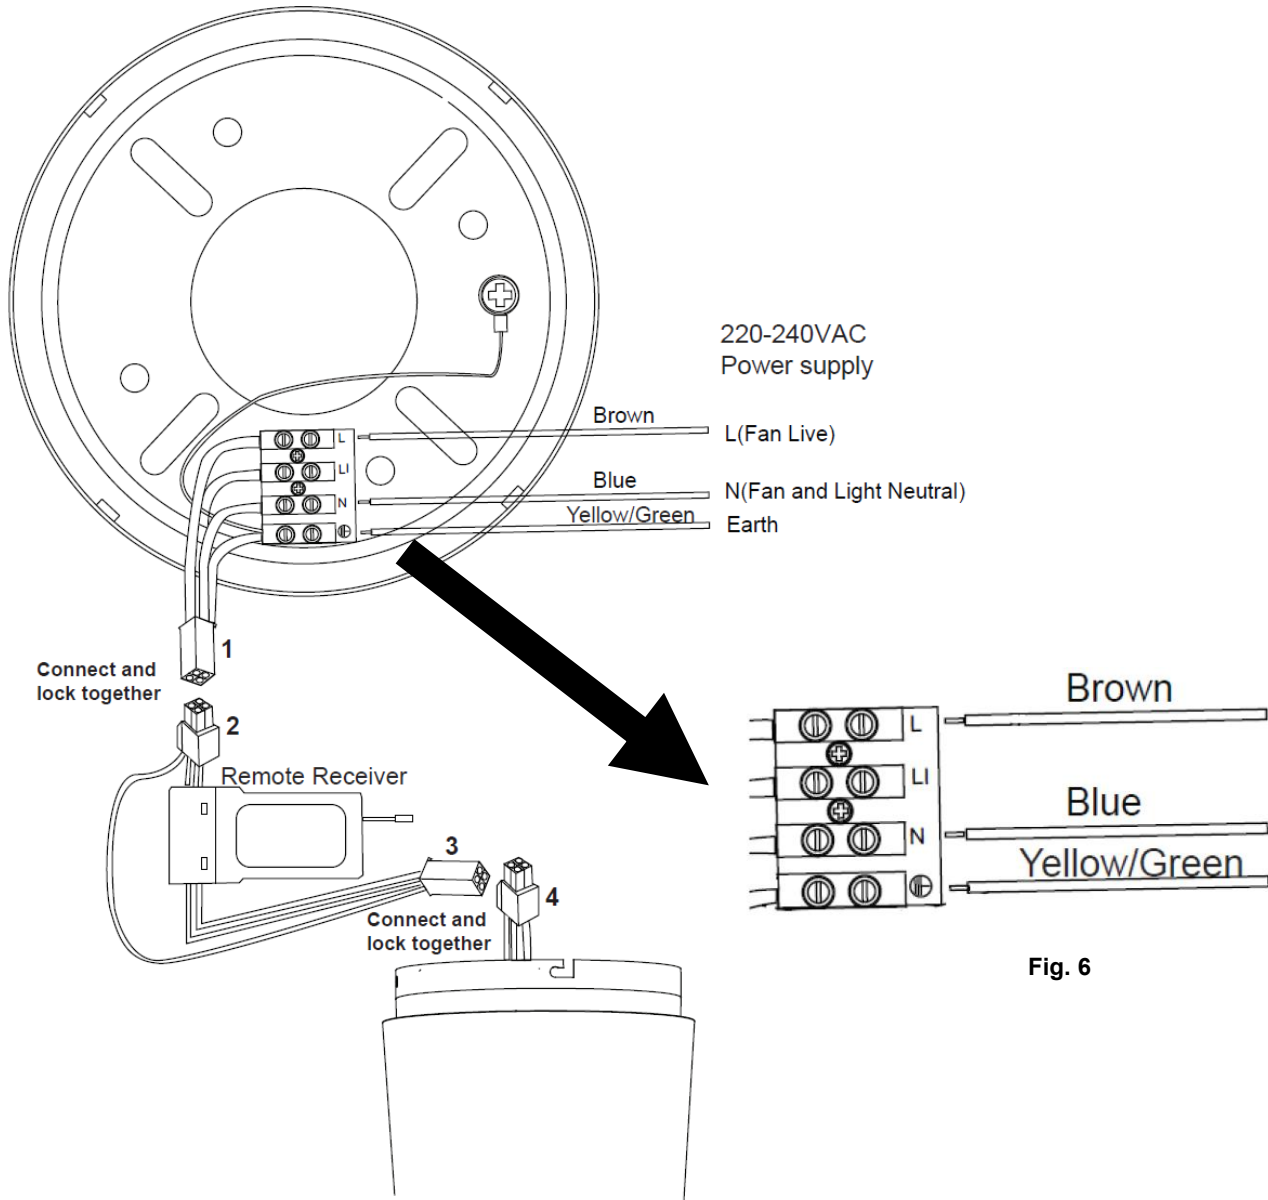

Fig. 6
### **SCHEMA DI CABLAGGIO PER I MODELLI CON TELECOMANDO (Fig. 6)**
- Collegare i cavi di fase (L), neutro (N) e terra alla morsettieria della staffa di supporto come illustrato in Fig. 6.
- Unire il connettore rapido della staffa di supporto (1) a quello del ricevitore del telecomando (2), assicurandosi che siano collegati saldamente.
- Unire il connettore rapido del ricevitore del telecomando (3) a quello del ventilatore (4), assicurandosi che siano collegati saldamente.